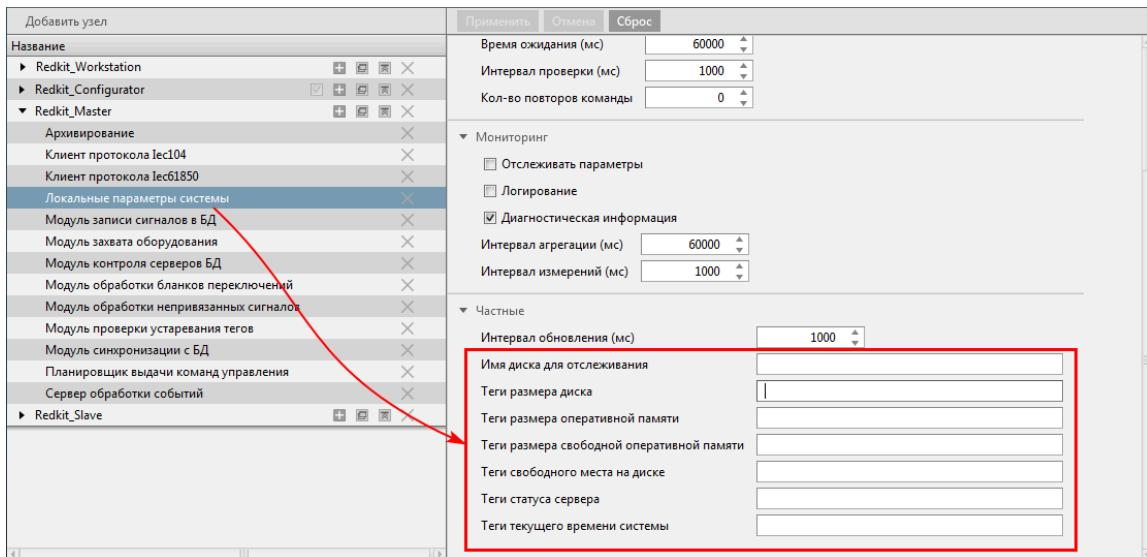

Рисунок 49 - Локальные параметры системы
2. В частных настройках модуля выберите **теги текущего времени системы**. Это теги, в которые записывается текущее системное время в формате UNIX-time (Рисунок 49).
3. В частных настройках модуля выберите теги состояния локального диска (Рисунок 49):
4. В частных настройках модуля выберите теги отслеживания состояния ОЗУ (Рисунок 49):